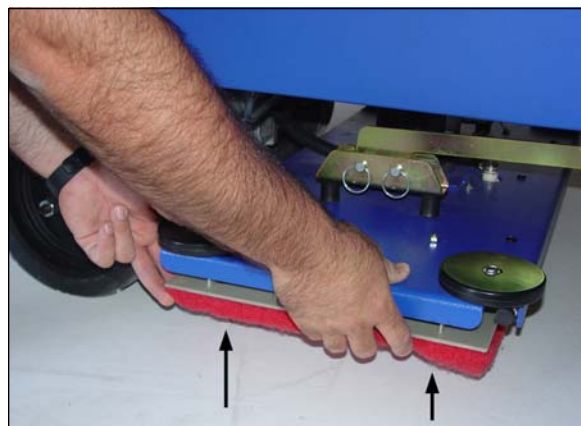

Figure 15
5. Appliquez par pression une brosse ou un disque sous les plaques flexibles. Voir figure 15.